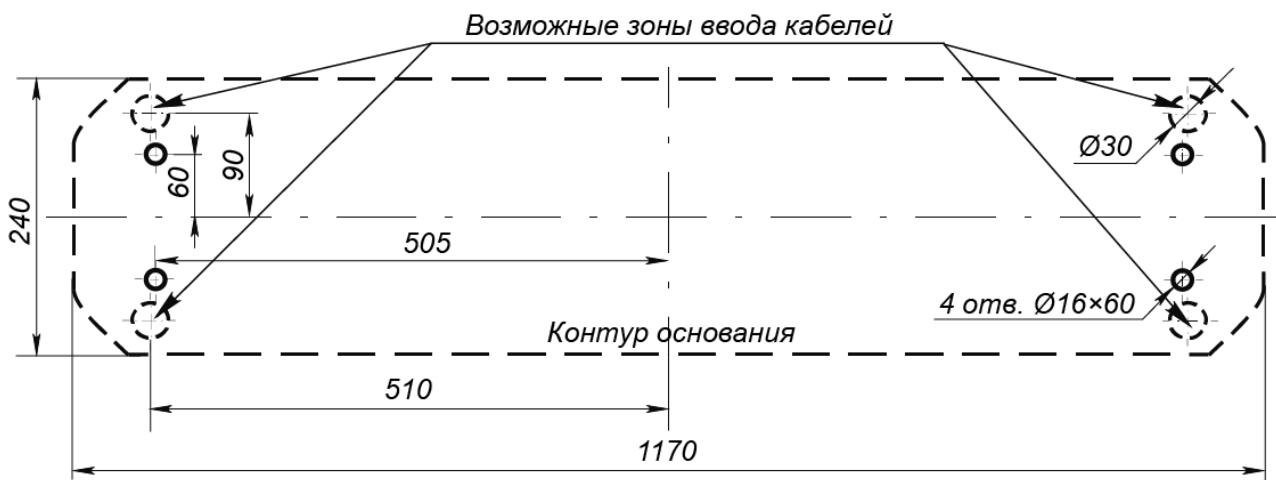

Рисунок 11. Схема разметки для установки стойки ЭП
6. Подготовьте в полу отверстия под гильзы анкеров для крепления стойки ЭП. Установку и крепление стойки производите после прокладки всех кабелей в кабельном канале и внутри стойки. Схема прокладки кабелей в стойке показана на рис. 11.
7. Демонтируйте боковую заглушку (10) и выньте контейнер картоприемника (18), открыв ключом замки (11) и (19).
9. Снимите крышку стойки ЭП (3) (см. разд. 6).
10. Протяните кабели внутри стойки. Рекомендуемое расположение кабелей при прокладке внутри стойки показано на рис. 11.
14. Выполните заземление стойки ЭП в соответствии с требованиями ПУЭ («Правила устройства электроустановок»). Контакт заземления **Z1** (8, рис. 11) находится за боковой заглушкой стойки (10). Для крепления кабеля заземления на контакте используйте гайку M4.
При производстве механизм картоприемника (11, см. рис. 11) установлен со стороны считывателя №1 (A2).
1. Снимите крышку (3) в порядке, указанном в разд. 6.
2. Извлеките контейнер картоприемника (18), открыв замок (19).
3. Извлеките заглушку (10) с противоположной стороны, открыв замок (11).
4. Демонтируйте торцевые крышки (9); каждая крышка крепится двумя винтами M4×16 и двумя шурупами Ø4,2×19 снизу со стороны контейнера (18) или заглушки (10). Кабели считывателей, находящихся внутри торцевых крышек, не отсоединяйте.
7. Отсоедините кабель картоприемника от платы управления картоприемника A1 (10, рис. 11).